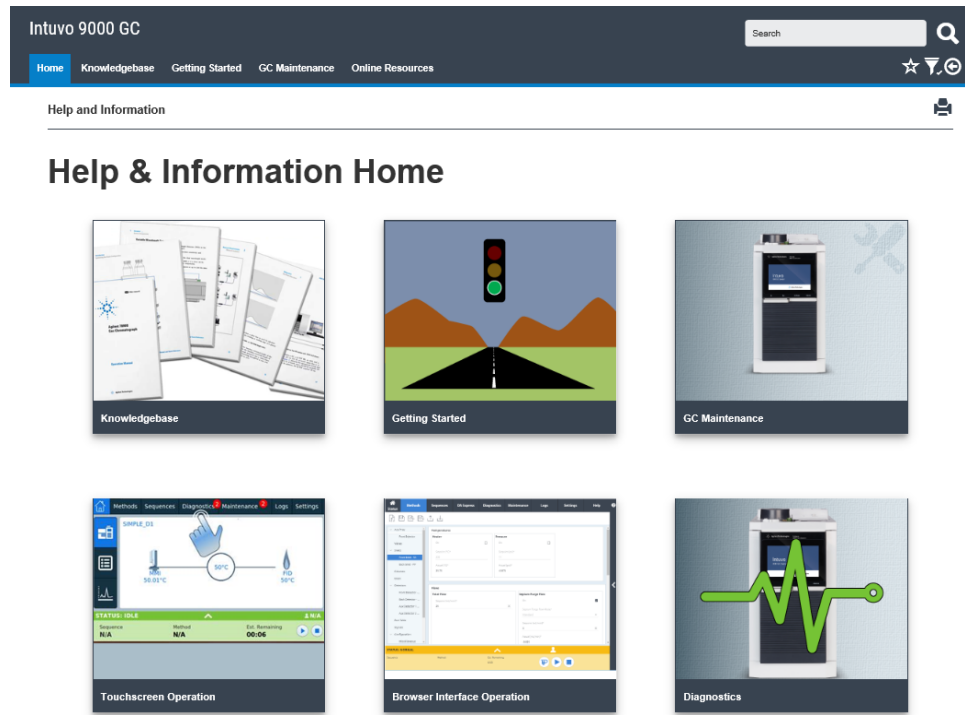

Abb. 4 Intuvo Web-Hilfe - Startseite Hilfe und Informationen
- 4 Drücken Sie „Enter“. Die Intuvo-Web-Hilfe wird im Browser geöffnet. Siehe Abb. 4.